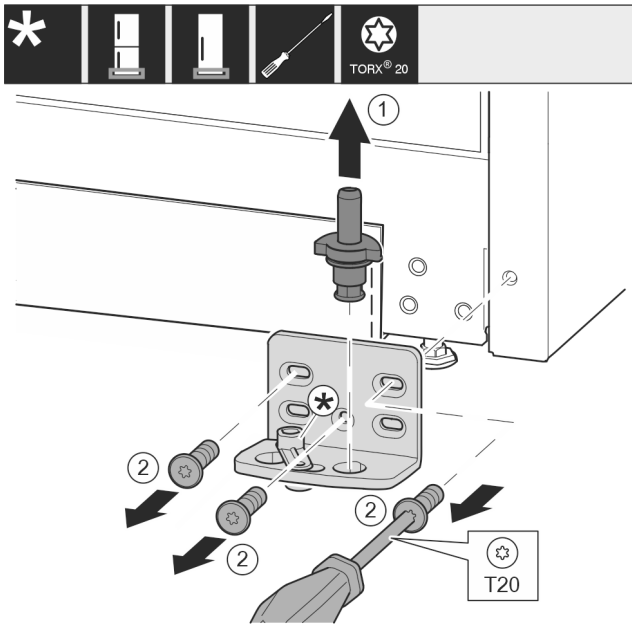

Fig. 13
- ▶ Vytiahnite ložiskový čap Fig. 13 (1) úplne nahor.
- ▶ Vyskrutkujte skrutky Fig. 13 (2) skrutkovačom a odnímite ložiskovú konzolu.